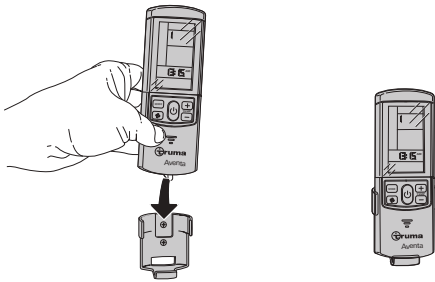

Fig. 23
- Enfoncer ou retirer la télécommande par le haut dans le support (Fig. 23).